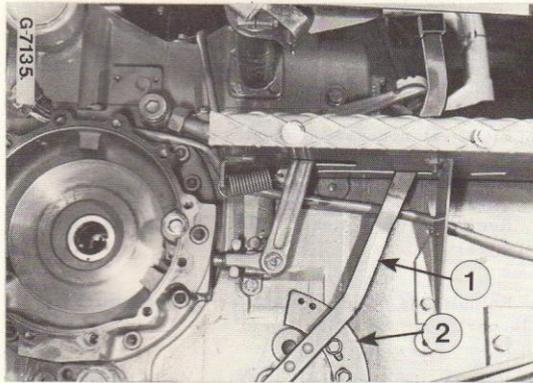
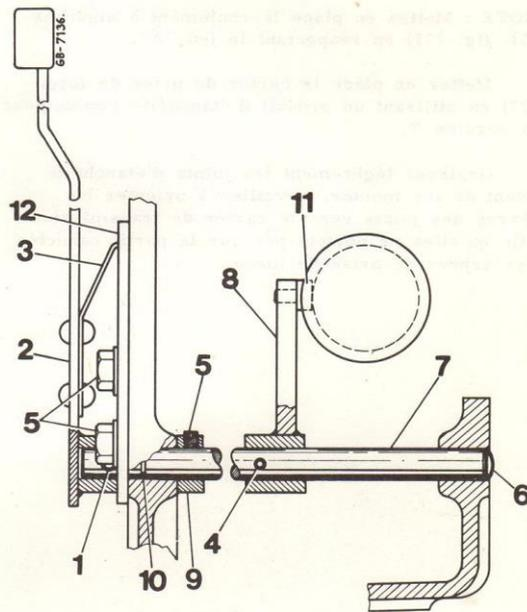

Fig. 181
Fig. 182
Démontez le levier de commande de prise de force (1, fig. 181) et la tringlerie de commande dans l'ordre indiqué figure 182.
Appliquez de la graisse Molykote sur les faces d'appui de l'arbre de commande (7, fig. 182) avant la mise en place.
Réglez le secteur de commande (12, fig. 182) de telle façon que les trous pour le ressort de positionnement (3) coïncident avec les diverses positions du manchon baladeur.